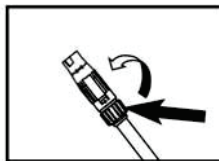

Рис.3
-Для установки высокого давления, поверните заднюю часть сопла по часовой стрелке (**Рис.3**)